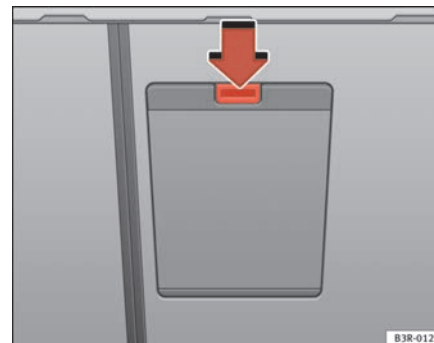

Abb. 120 Ausschnitt der Rücksitzbank von hinten: Deckel der Durchladeeinrichtung
- Drücken Sie die Entriegelungstaste für den Deckel der Durchladeeinrichtung ⇒ Seite 149, Abb. 120 -Pfeil- und schwenken Sie ihn nach unten.